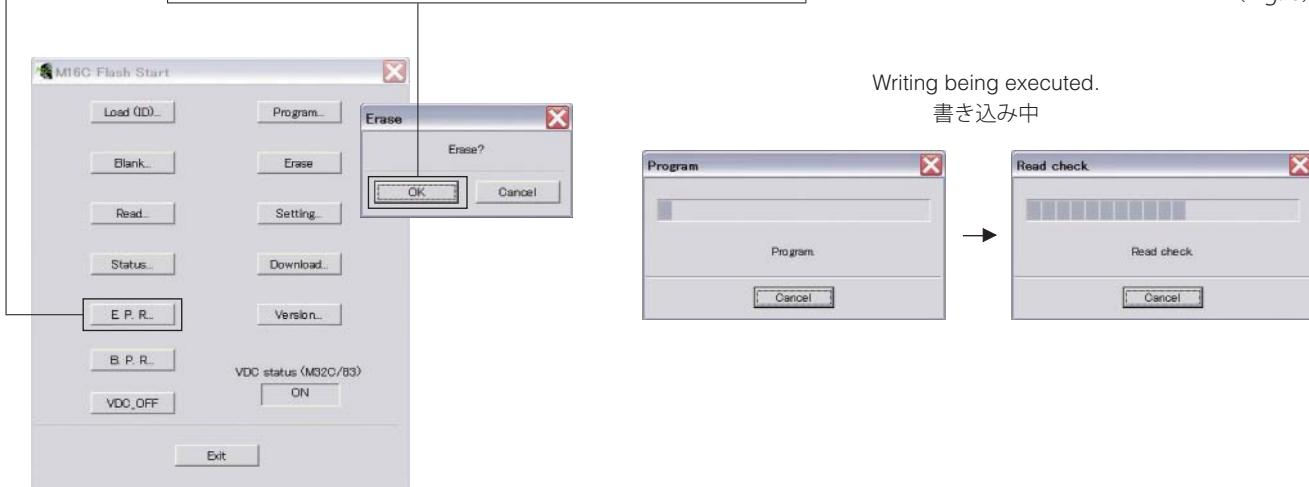

Fig. 6
(Fig. 6)
8. Click [OK] to start writing. (Fig. 6)
7. [E.P.R.] をクリックすると、「Erase」が表示されます。(Fig. 6)